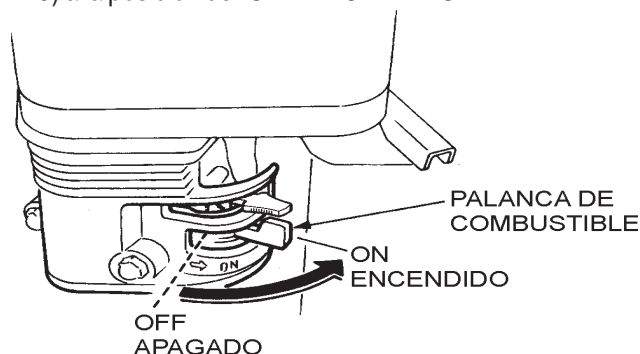

Figura 9. Palanca de la valvula de combustible
1. Coloque la **palanca de la valvula de combustible** (Figura 9) a la posición de "ON" "ENCENDIDO".
- Coloque la **palanca de la válvula de combustible** (Figura 9) a la posición de "**OFF**" **APAGADO**.